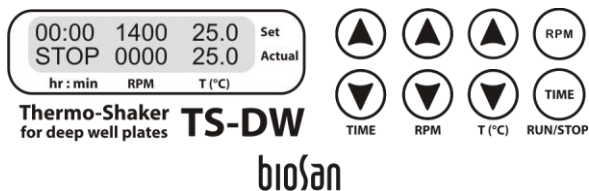
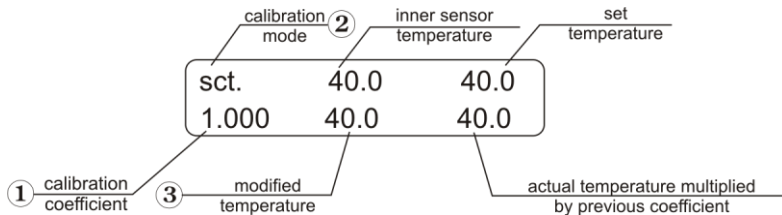

Fig. 2. Panneau de configuration
Fig. 4 Panneau de configuration en mode de calibrage
- 4.3. **Réglage de la durée (TIME).** Utilisez les touches ▼TIME ▲ et (Fig. 2/1) pour programmer l'intervalle de durée de travail souhaitée en heures et en minutes (intervalle d'incrémentations de 1 min). Appuyez sur la touche pendant plus de 3 secondes pour augmenter l'intervalle d'incrémentations.
- 4.4. **Réglage de la vitesse (RPM).** À l'aide des touches ▼RPM ▲ et (Fig. 2/2), programmez la vitesse requise (intervalle d'incrémentations 10 tpm). Appuyez sur la touche pendant plus de 3 secondes pour augmenter l'intervalle d'incrémentations.
- 4.5. **Réglage de la température (T, °C).** Utilisez les touches ▼T, °C ▲ et (Fig. 2/3) pour régler la température nécessaire (intervalle d'incrémentations de 0,1°C). Appuyez sur la touche pendant plus de 3 secondes pour augmenter l'intervalle d'incrémentations.
- 4.7. Appuyez sur la touche **RPM-RUN/STOP** (Fig. 2/4). La plate-forme se mettra à tourner et l'indicateur du minuteur commencera à décompter l'intervalle de temps (précis à 1 minute près).
- 4.10. Il est possible de redémarrer le minuteur en cours de fonctionnement, si nécessaire. Appuyez une fois sur la touche **TIME-RUN/STOP** (Fig. 2/5) pour arrêter le minuteur. Appuyez de nouveau sur la touche **TIME-RUN/STOP** pour redémarrez le minuteur.
Une fois que la durée programmée s'est écoulée, le mouvement de la plate-forme s'arrête automatiquement. En revanche, le chauffage s'arrête uniquement manuellement en utilisant la touche **▼T (°C)** (Fig. 2/3 - touche du bas) pour diminuer la température jusqu'à ce que l'indication OFF apparaisse dans la ligne supérieure (Set) de l'écran
- 5.2. Pour entrer le coefficient de calibrage, maintenez la touche **TIME-RUN/STOP** (Fig. 2/5) appuyée pendant plus de 8 s pour activer le mode de calibrage. Le coefficient de calibrage s'affichera sur l'écran (Fig. 4/1).
- 5.3. Entrez la valeur 1,000 en utilisant les touches **▼RPM ▲** et (Fig. 2/3) pour rétablir les paramètres d'usine conformément à la figure 4/1.
- 5.9. Maintenez enfoncée la touche **TIME-RUN/STOP** (Fig. 2/5) pendant plus de 8 secondes pour activer le mode de calibrage. Les paramètres suivants s'afficheront sur l'écran (Fig.4):
En utilisant les touches **Temp.** ▲ et ▼ (Fig.2/3), modifiez le coefficient de calibrage (Fig.5A/1) pour que la nouvelle valeur de température (Fig.5A/2) corresponde à la température du capteur autonome. Prenons l'exemple d'un coefficient de calibrage de 0,974 (dans la plage: ente 0,936 et 1,063; inter-
5.11. Une fois le calibrage terminé, appuyez une fois sur la touche **RPM-RUN/STOP** (Fig. 2/4) pour sauvegarder les changements et sortir du mode de calibrage.